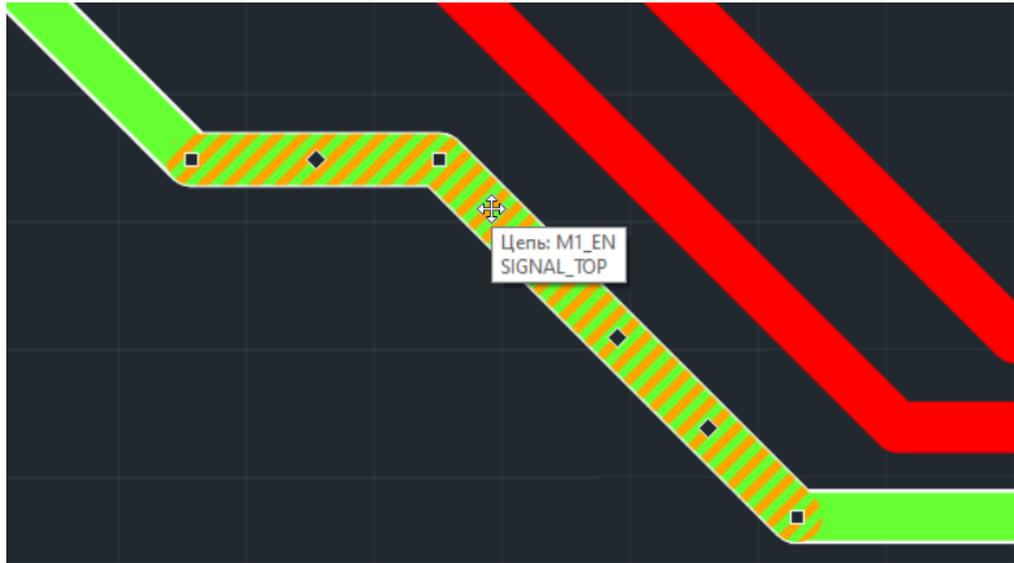

Рис. 7 Выбор смежных сегментов
1. Выберите сегменты трека, Рис. 7.